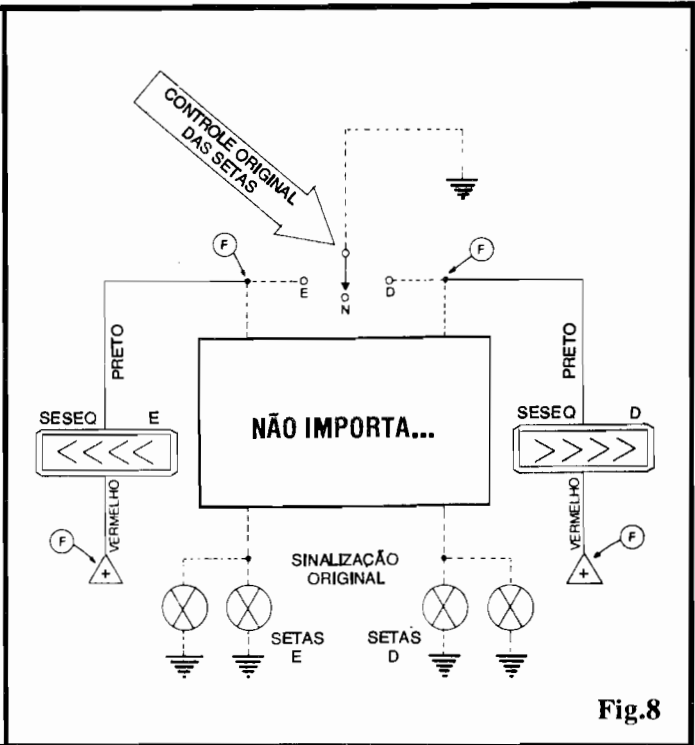

Fig.8
- FIG. 8 - OUTRA POSSIBILIDADE DE INSTALAÇÃO ELÉTRICA...